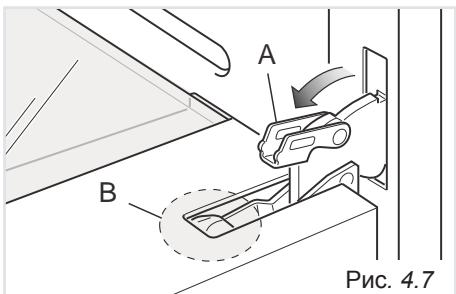
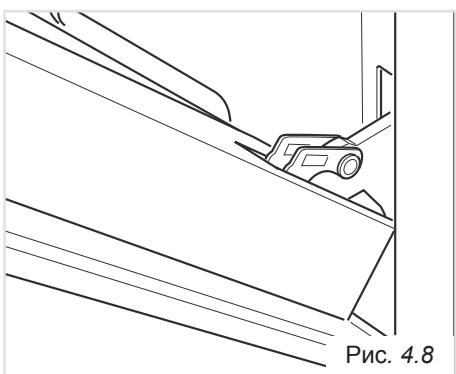
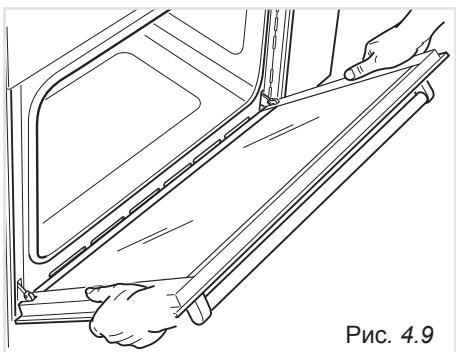

Рис. 4.7
Рис. 4.8
Рис. 4.9
- Полностью откройте рычаг «A» на правом и левом шарнирах (Рис. 4.7).
- Возьмитесь за дверцу, как показано на Рис. 4.9.
- Немного закройте дверцу (Рис. 4.9), так чтобы рычаги «A» правого и левого шарниров зацепились за часть «B» дверцы (Рис. 4.7).
- Полностью разомкните рычаг «А» (Рис. 4.7) на правом и левом шарнирах.
- Немного закройте дверцу (Рис. 4.8), так чтобы рычаги «А» правого и левого шарниров зацепились за часть «В» дверцы (Рис. 4.7).
1. Убедитесь, что дверца открыта (Рис. 4.8).